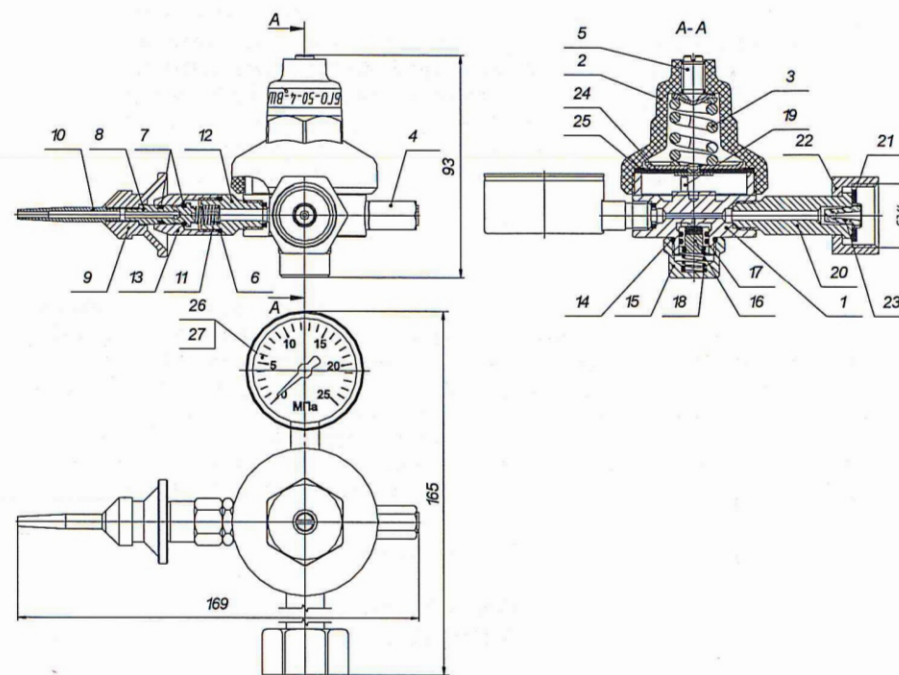

Рис. 1. Редуктор баллонный гелиевый одноступенчатый типа БГО-50-4-ВШ.
- Наибольшее давление газа на входе, МПа (кгс/см²) 20 (200)
- Наибольшее давление срабатывания ПК предохранительного клапана, МПа (кгс/см²) 0,8 (8)
- Габаритные размеры, мм, не более 139x134x85 (см. рис.1)
Устройство редуктора и присоединительные размеры приведены на рис. 1.